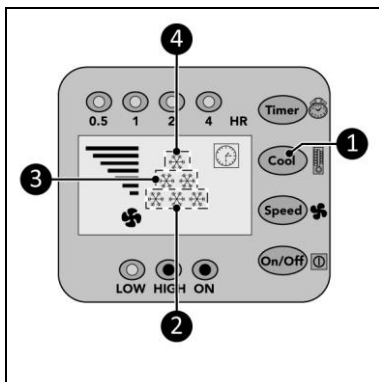

Figura 12
1. Premi ripetutamente il pulsante Cool (Figura 12, pos. 1) per impostare la temperatura ambiente desiderata:
- 28 °C, sul display verrà mostrato 1 indicatore di raffreddamento (Figura 12, pos. 4).
- 25 °C, sul display verranno mostrati 2 indicatori di raffreddamento (Figura 12, pos. 3).
- 22 °C, sul display verranno mostrati 3 indicatori di raffreddamento (Figura 12, pos. 2).
- < 22 °C, sul display verranno mostrati 6 indicatori di raffreddamento (Figura 12, pos. 2, 3 e 4).